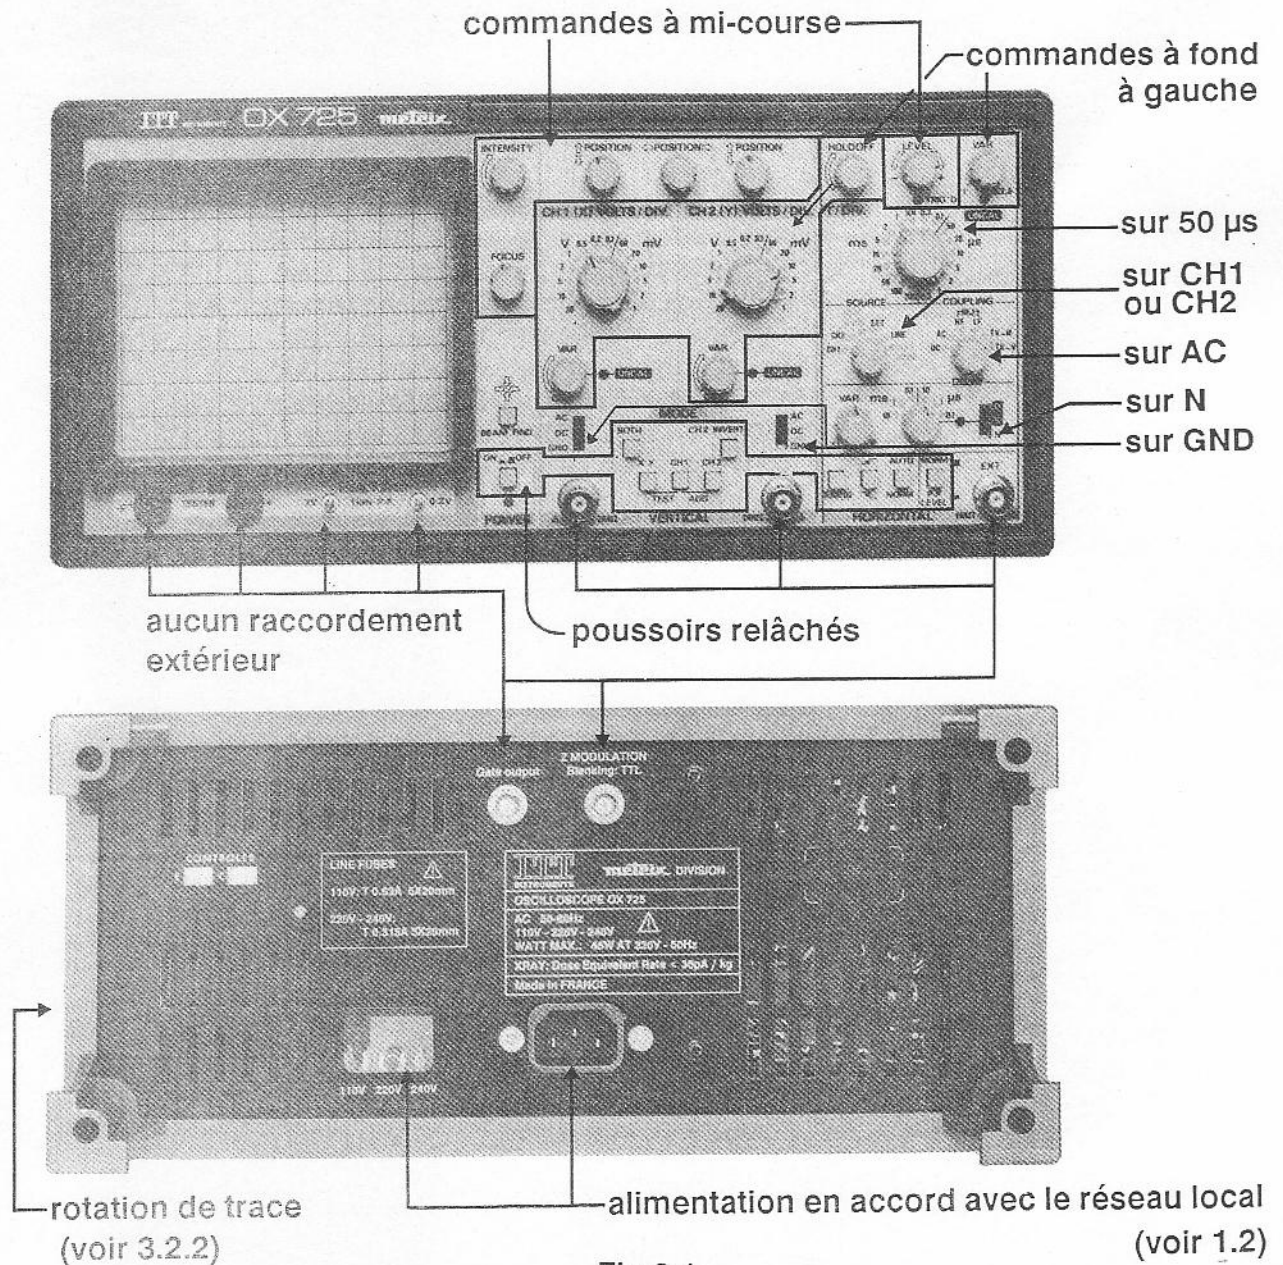

Fig 3.1
*** Remarque :** à ce stade bien observer l'horizontalité des traces à l'écran et si nécessaire les faire coïncider avec les références du graticule **40**. Cet alignement s'effectue par la commande latérale "Rotation de Trace" (voir Fig 3.1 et repère 46 paragraphe 3.1.1).